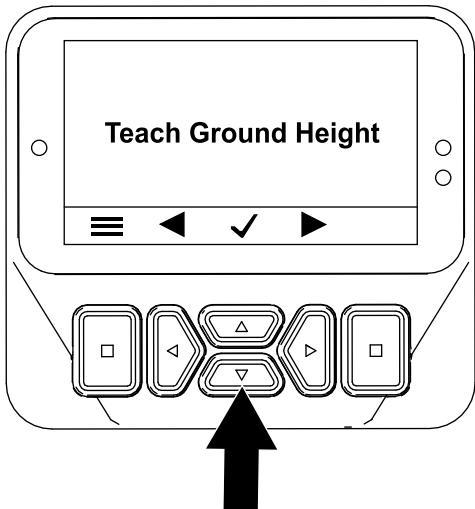

Figura 62
4. En la pantalla Teach Ground Height (Enseñar altura con respecto al suelo) (Figura 62), pulse el botón central.